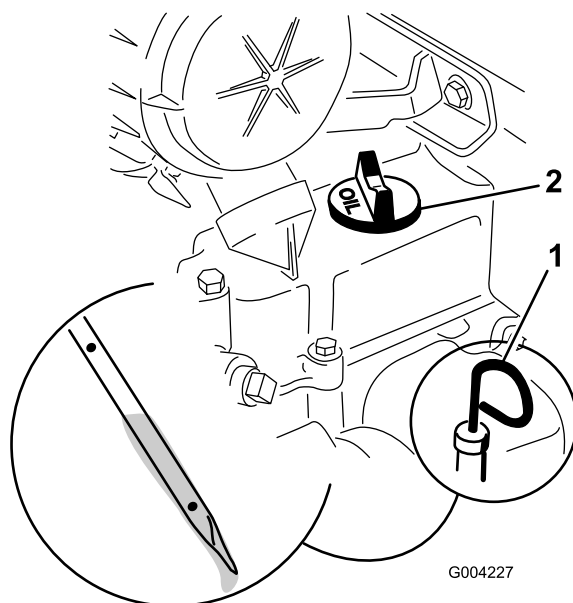

Figure 17
4. Nettoyez la surface autour de la jauge d'huile (Figure 17).
5. Sortez la jauge d'huile et essuyez soigneusement l'extrémité métallique (Figure 17).
6. Enfoncez la jauge complètement dans le tube (Figure 17).
8. Si le niveau est bas (sous le trou inférieur), nettoyez la surface autour du bouchon de remplissage et enlevez le bouchon (Figure 17).